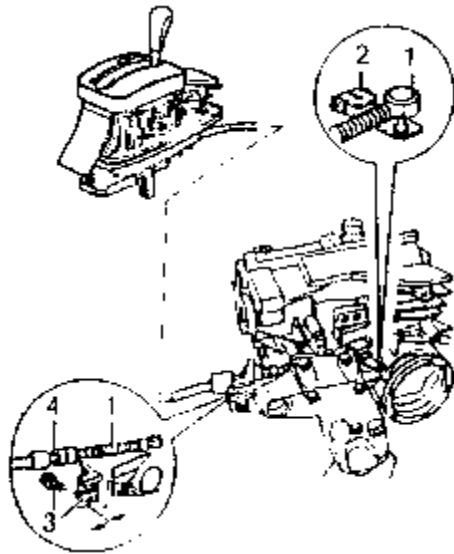

图 7-47 拆下换档杆拉索
- 11) 向上拆下变速箱换档杆 2 上的换档杆拉索 1。如图 7-47 所示。